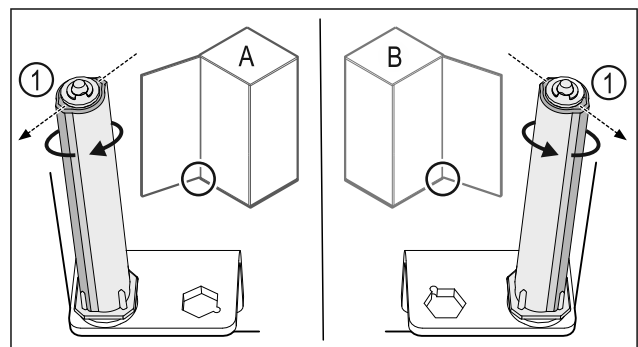

Fig. 35 Левое навешивание (A) / правое навешивание (B)
- ▶ Поворачивайте систему закрытия, преодолевая сопротивление до тех пор, пока ее ребро Fig. 35 (1) не будет направлено наружу.